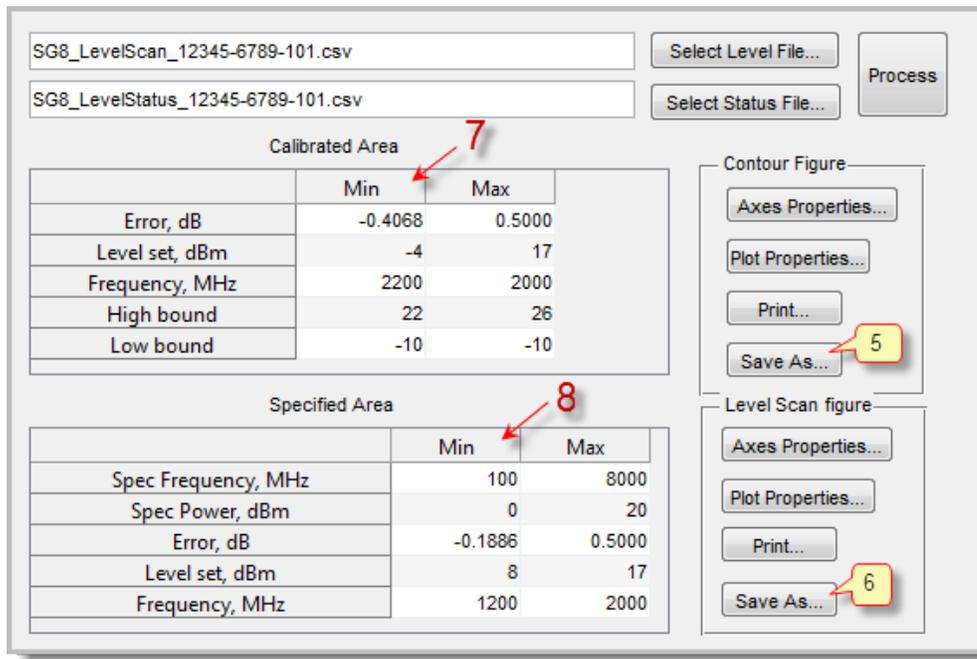

Рис. 17: Приложение SG8\_TP\_LevelScan – считывание минимальных/максимальных значений и сохранение файлов с графиками
5. Сохраните контурный график абсолютной погрешности уровня (поз. 5, рис. 17) и график сканирования уровня (поз. 6).
6. Таблица, см. поз. 7, рис. 17, содержит минимальное и максимальное значение ошибки уровня в области калибровки. Поля установленного уровня и частоты (level set и frequency) соответствуют координатам этих точек на плоскости мощность-частота. Минимальные и максимальные значения полей верхней и нижней границы (high bound, low